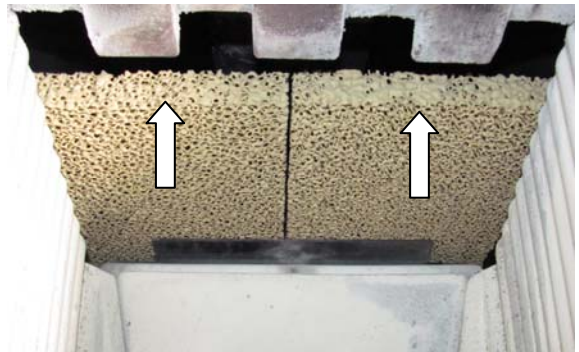

Abb. 7: Verschieben der Filterplatten nach vorn
4. Die Platten nach vorne (Abb. 7), über den Eisenhalter, in ihre in die Endposition (Abb. 8) verschieben.